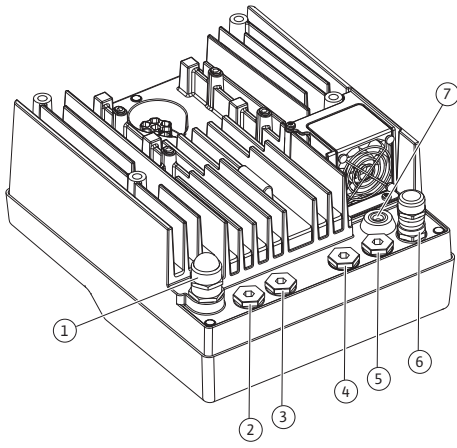

Fig. 19: Kablo rakorları/kablo girişleri
| Bağlantı                                                                                                 | Kablo rakoru    | Kablo kılavuzuFig. 19,poz. | Klemensno.                             |
| SSM1~220 V AC ... 1~240 V AC12 V DC                                                              | Plastik         | 2                                  | 2 (Fig. 19)                                |
| SBM1~220 V AC ... 1~240 V AC12 V DC                                                              | Plastik         | 3                                  | 3 (Fig. 19)                                |
4. Bağlantı kablosunu kablo rakoru M25 (Fig. 19, poz. 1) üzerinden geçirin. Kablo rakorunu öngörülen tork ile sıkın.